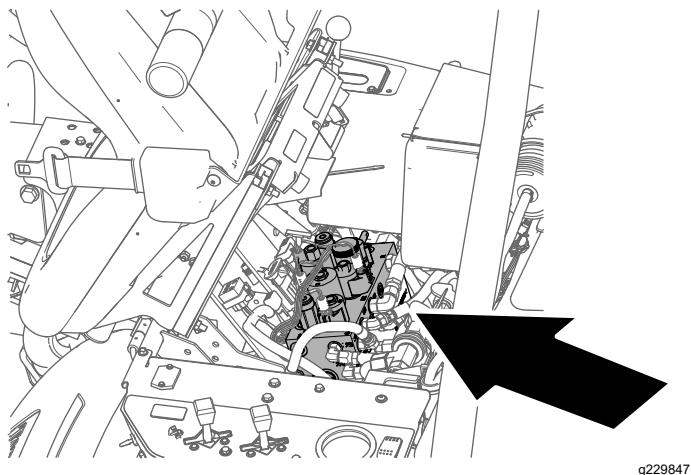

Figura 55
2. Incline o banco do operador para a frente e sustente-o com a barra de apoio (Figura 55).